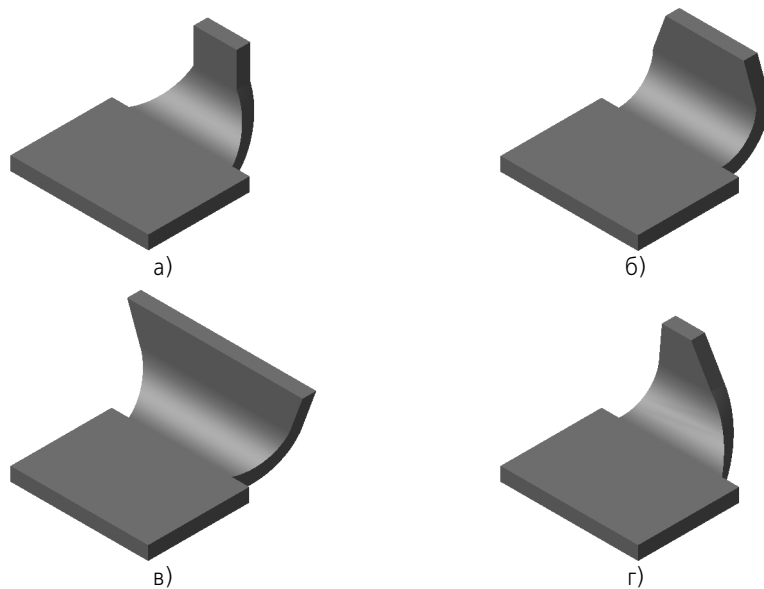

Рис. 97.15. Управление боковыми сторонами сгиба:
- ▼ задание угла на сгибе и/или уклона боковых сторон продолжения сгиба (рис. 97.15).